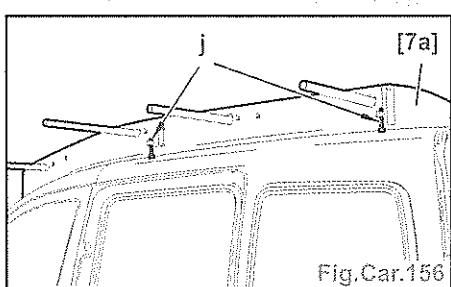

Fig.Car.156
- Prérégler les butées d'appui de l'outil [7a] en (j) de manière à les amener en contact avec les supports galerie (Fig. Car.156).